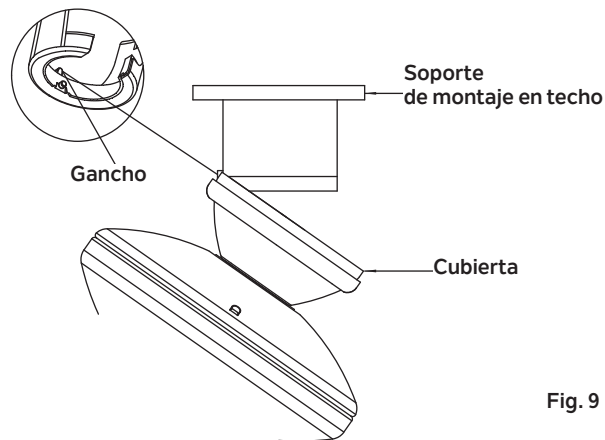

Fig. 9
Paso 6. Cuelga el ventilador en el gancho del soporte de montaje. Asegúrate de que la cubierta esté bien asegurada en el gancho como se muestra en la Fig. 9. Esto te permitirá hacer las conexiones eléctricas.